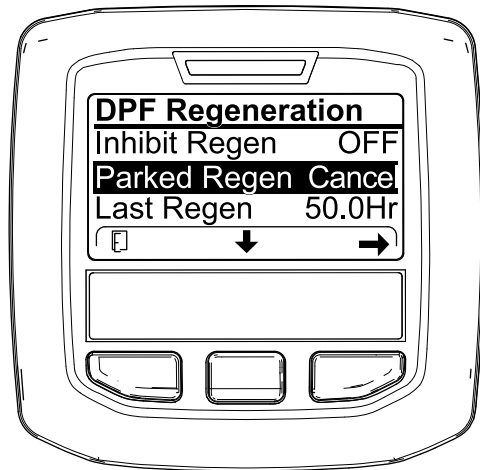
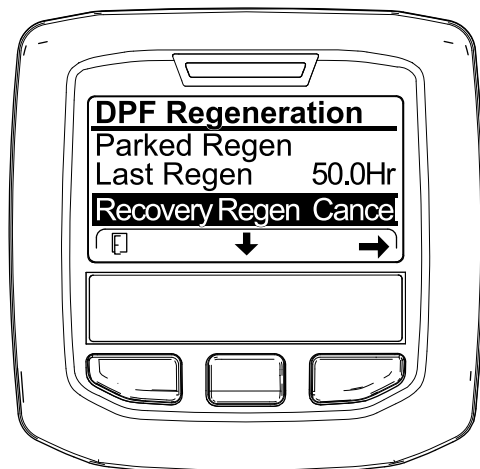

Figura 35
Figura 36
1. Acceda al menú DPF Regeneration (Regeneración de DPF) (Figura 35).
2. Pulse el botón central para desplazarse hacia abajo, hasta la opción PARKED REGEN CANCEL (Cancelación de regeneración con máquina aparcada) (Figura 35) o la opción RECOVERY REGEN CANCEL (Cancelación de regeneración de recuperación) (Figura 36).
3. Pulse el botón derecho para seleccionar la opción Regen Cancel (Cancelación de regeneración) (Figura 35 o Figura 36).